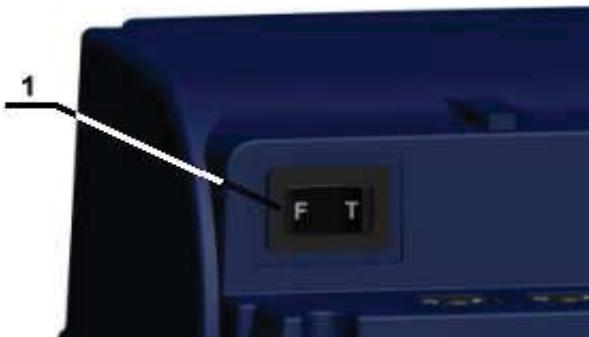

Fig. 14
La scelta della funzione F o T viene effettuata agendo su un interruttore situato nella parte posteriore della pompa. (vedi Pos. 1 fig. 14)
NOTA: per effettuare l'adescamento della pompa posizionare l'interruttore in modalità Temporizzata (T) (pos.1 fig 14), ruotare la manopola e portarla al 100%, quindi cortocircuitare per un istante i pin 3 e 4 del connettore per l'ingresso contatore (pos.2 fig. 13). In tal modo la pompa batterà per 1 minuto permettendo appunto l'adescamento.